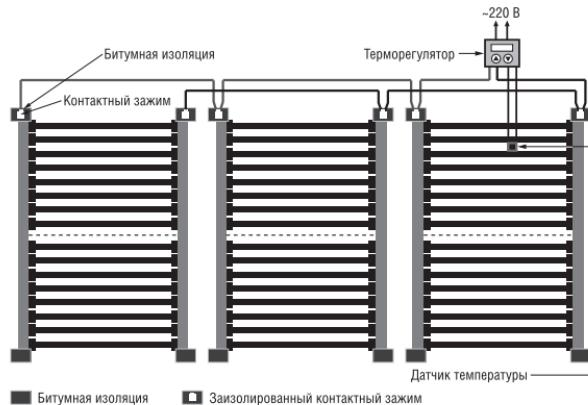

Рис. 9. Общая схема подключения термопленки CALEO LINE
- Подключение термопленки к сети производится согласно схеме подключения на рис. 9.